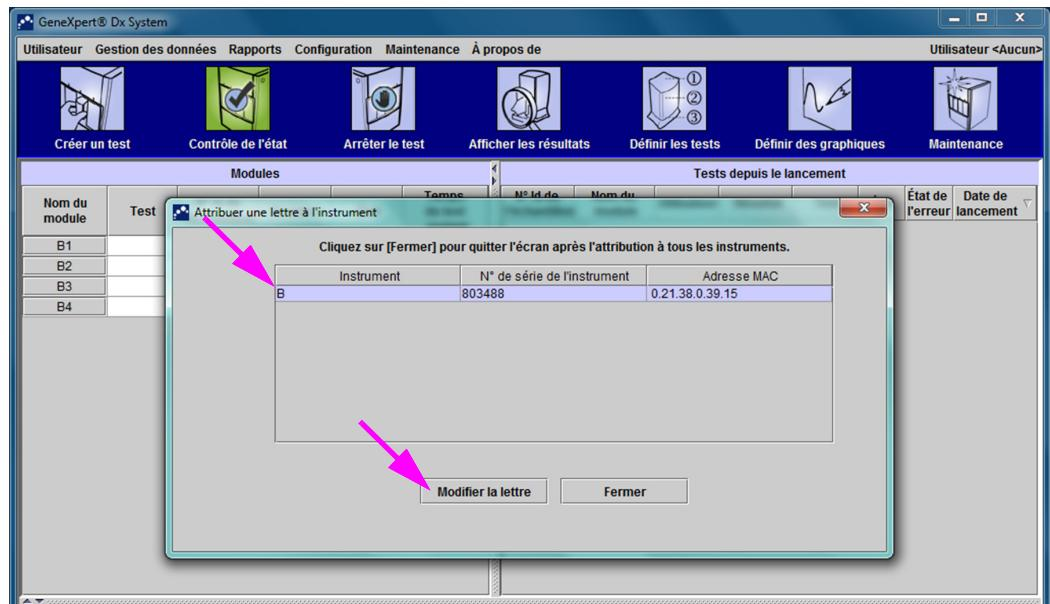

Figure 2-57. Fenêtre GeneXpert Dx System avec superposition de boîte de dialogue Attribuer une lettre à l'instrument
- Pour modifier la lettre d'attribution, cliquez pour sélectionner l'instrument à modifier, puis cliquez sur **Modifier la lettre** dans la boîte de dialogue Atribuer une lettre à l'instrument (cf. Figure 2-57).